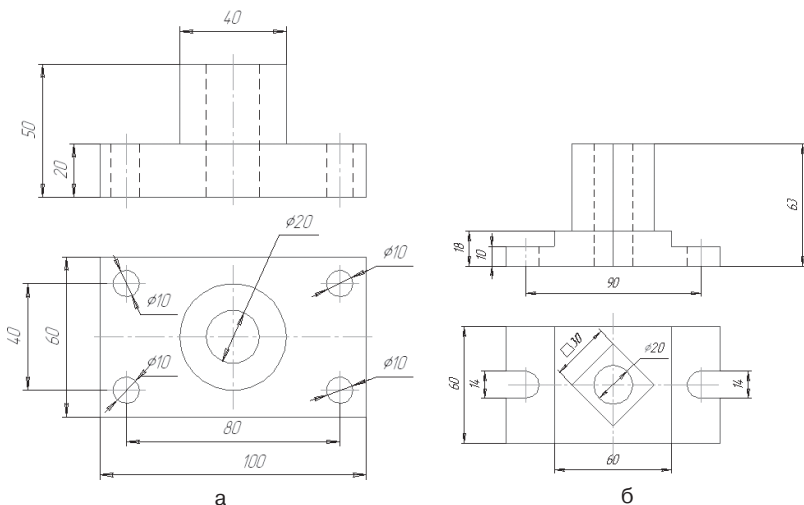

Рис. 356
1. Найдите ошибки в простановке размеров рис. 356.